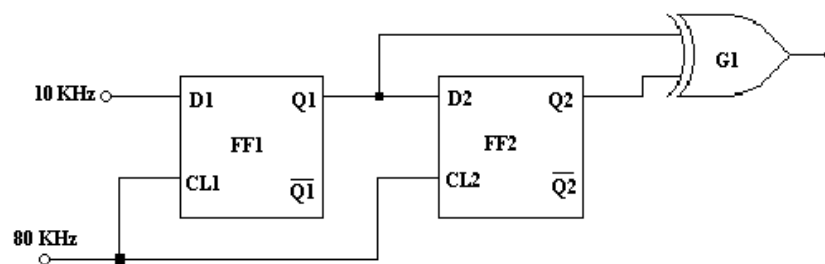

Figura 8.2
1. Arme el circuito de la figura 8.2 con la unidad COM-6C/1.